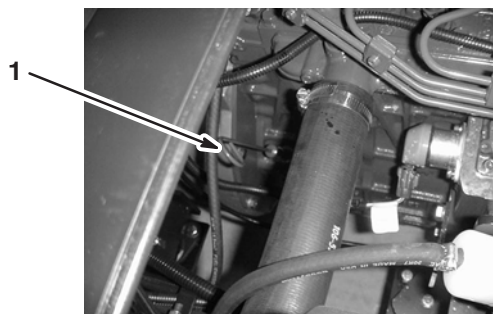

Figure 2
2. Retirez la jauge, située sous le siège du passager, et essuyez-la sur un chiffon propre (Fig. 2).